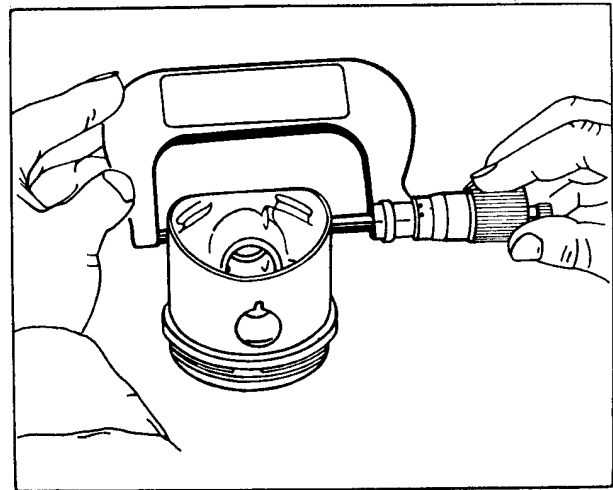

Bild M 18. Kolben überprüfen
- überprüfen (siehe Bild M 18)